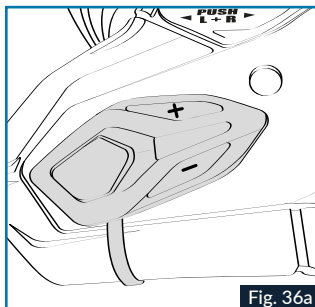
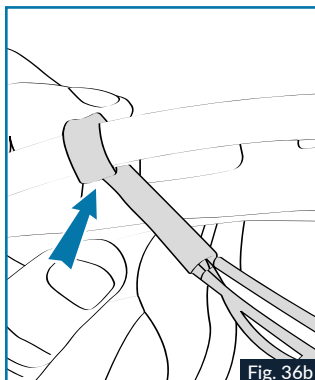

Fig. 36a
Fig. 36b
8. Kleben Sie das Hauptbedienfeld mithilfe des doppelseitigen Klebebands am Bedienfeld an die dafür vorgesehene Stelle (Abb. 36a). Führen Sie das Flachbandkabel zwischen die Kalotte und das Styroporwangenpolster links neben dem Clip-Liner (rotes Teil) ein (siehe Abb. 36b).